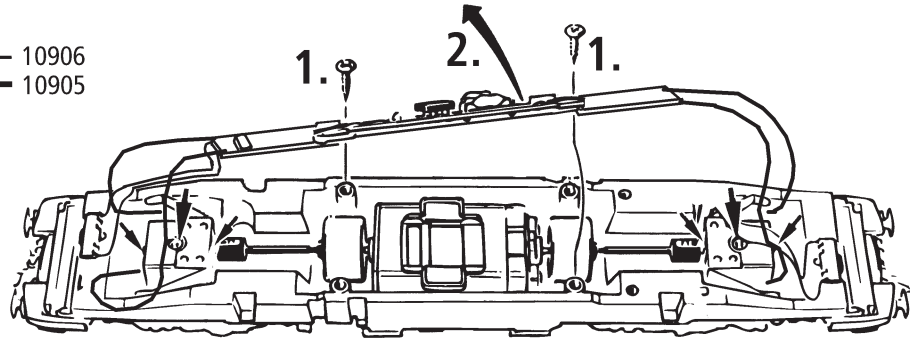
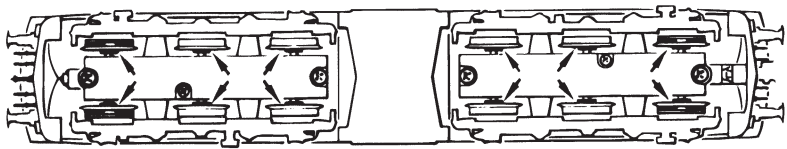

Fig. 6
Fig. 7
3. Haftreifenwechsel: Zuerst die Drehgestellblende abnehmen (Fig. 6). Danach die **Haftreifen** mit einer Nadel od. mit einem feinen Schraubendreher abziehen (Fig. 7). Beim Aufziehen der neuen Haftreifen darauf achten, dass diese sich nicht verdrehen.
3. Change of traction tyre: Remove the bogie blind (fig. 6). Remove **traction tyre** using a pin or a fine screwdriver (fig. 7). When pressing on the new traction tyre please **avoid twisting it**.
1. Nettoyage des lames de courant aux roues: Les lames de contacts risquent de s'encrasser rapidement sur des voies poussiéreuses. Veuillez **enlever la poussière** aux endroits marqués à la fig. 6 à l'aide d'un petit pinceau souple.
3. Échange des bandages d'adhérence: Dé- montez d'abord **les flancs de bogies** des en-grenages (fig. 6). Délogez ensuite les essieux bandagés et enlevez, à l'aide d'une aiguille ou d'un tourne-vis fin, les bandages d'adhérence (fig. 7). Lors du montage des nouveaux bandages veuillez veiller à ce que les bandages **ne soient pas tor-dués**.